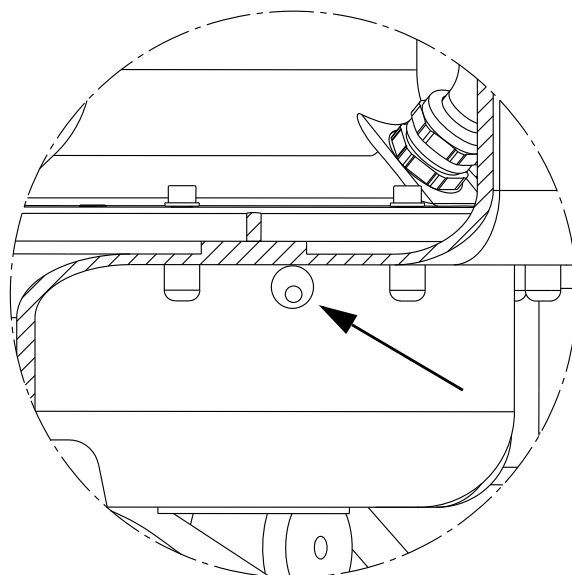

Рис. 33 Вентиляционные отверстия в корпусе насоса и сборном резервуаре
*Если производился демонтаж насоса, при сборке не забудьте совместить вентиляционные отверстия насоса и резервуара. См. рис. 33 и 34.*
| 2. Насос(ы) запускается и останавливается слишком часто даже при отсутствии притока. | <p>a) Неисправность датчика контроля уровня. Поступает неправильный сигнал от датчика.</p> <p>b) Активирована защита рабочего цикла, мигают символы насоса и времени, мигает красный световой индикатор, на дисплее высвечивается код ошибки F011 и/или F012. Если насос работает дольше 3 минут, защитная программа шкафа управления остановит насос на 3 минуты и в действие вступит другой насос. При получении следующего пускового импульса первый насос снова будет запущен. Если проблема с вентиляцией сохраняется, насос будет остановлен после 3 минут работы и т.д.</p> <p>Примечание: Стандартный рабочий цикл - до 60 секунд, в зависимости от рабочей точки и полезного объема резервуара.</p> | <p>Проверьте датчик (см. раздел 12.4 Промывка датчика контроля уровня).</p> <p>Убедитесь, что напорный клапан открыт. Проверьте вентилируемость корпуса насоса. Если вентиляционное отверстие засорилось - прочистите его. См. рис. 33.</p>                                                                                                                                                                                                                                                                                                                                                                                                                                                                                                                                                                           |